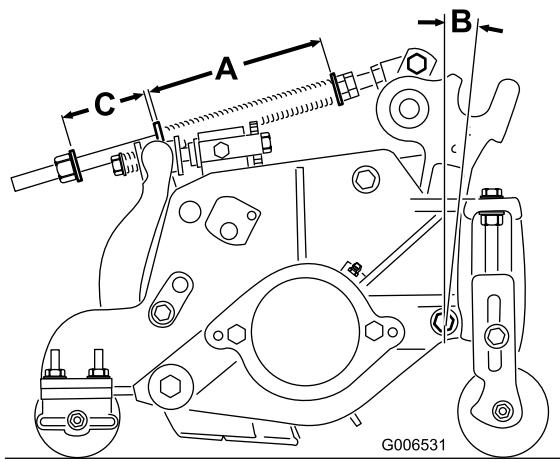

図 20
ターフ補正スプリング図20は、カッティングユニットの前から後ろへの「体重移動」を行います。これにより、ボビングと呼ばれる「波打ったような」仕上がりを防いでいます。
1. スプリングロッド後部のロックナットを締めて、すきまCを51 mmとする図20。
- スプリングロッド前部の角ナットを締めて、スプリング圧縮状態の長さが159 mmになるようにする図 20。
注 アンジュレーションの大きなターフを刈る時は、ターフ補正スプリングの長さAとすき間Cを13 mm 大きくします図 20。